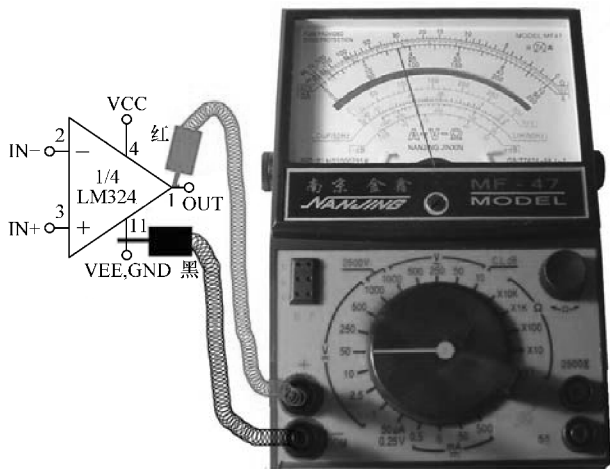

图 4-113 检测运算放大器电压
2) 电压检测。将万用表拨至直流电压挡（如 DC50V），测量输出端（①脚）与负电源端（⑩脚之间的电压值约为 22V 左右。然后用手持金属镊子依次点触运算放大器的两个输入端（即加入干扰信号），并观察表针的摆动情况，正常时，万用表指针会有较大的摆动，若指针根本不动，则说明该运算放大器已损坏。如图 4-113 所示（以 LM324 为例）为运算放大器电压检测方法。